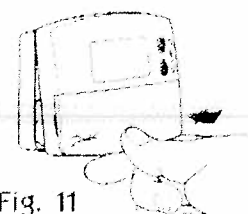

Fig. 11
- Repousser la partie inférieure du thermostat pour le blocage (Fig. 11).